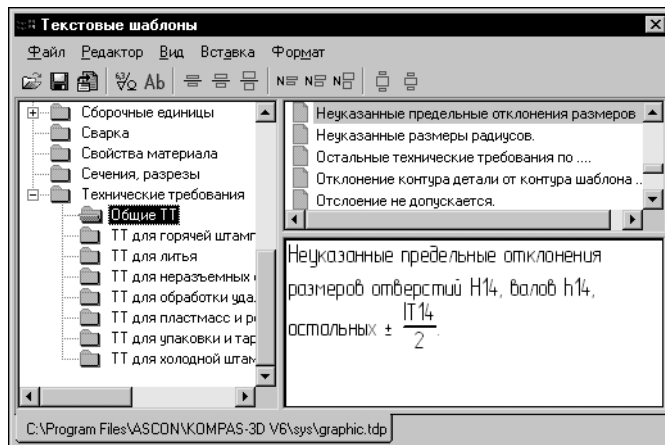

Рис. 49.31. Создание шаблона технических требований
6. Введите текст шаблона как показано на рис. 49.31.